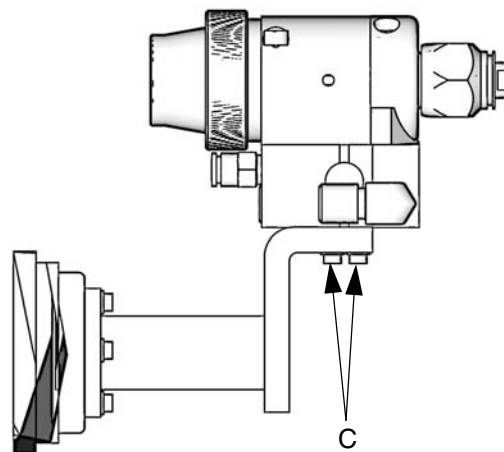

FIG. 4: Stasjonær støttemontasje
For å montere pistolen til et stasjonær feste (se FIG. 4 og **Layout for monteringshull**, side 28):
3. Monter en luftavstengningsventil med lufting på luftsylindertilførselsledningen på pistolen, nedstrøms til luftregulatoren, for å stenge av luften til pistolsylinderen. Koble lufttilførselsledningen til luftinntaket på pistolsylinderen (C). Se fig. 4.
4. For sprøytemaling monteres det et integrert væskefilter, delenr. 210500, på pistolens væskeinntak (F) for å unngå at sprøytedysen tilstoppes med partikler fra væsken. Se fig. 4.
5. Koble den elektrisk ledende væskeslangen til pistolens væskeinntak (F) eller ekstra integrert filter.